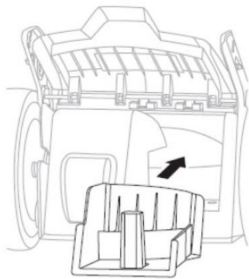
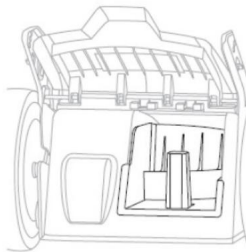

Fig. 8B
Fig. 8C
- 2) Enfoncez le coin de paillage dans le plateau de coupe. S'assurer qu'il est bien en place (Fig. 8B/ Fig. 8C)